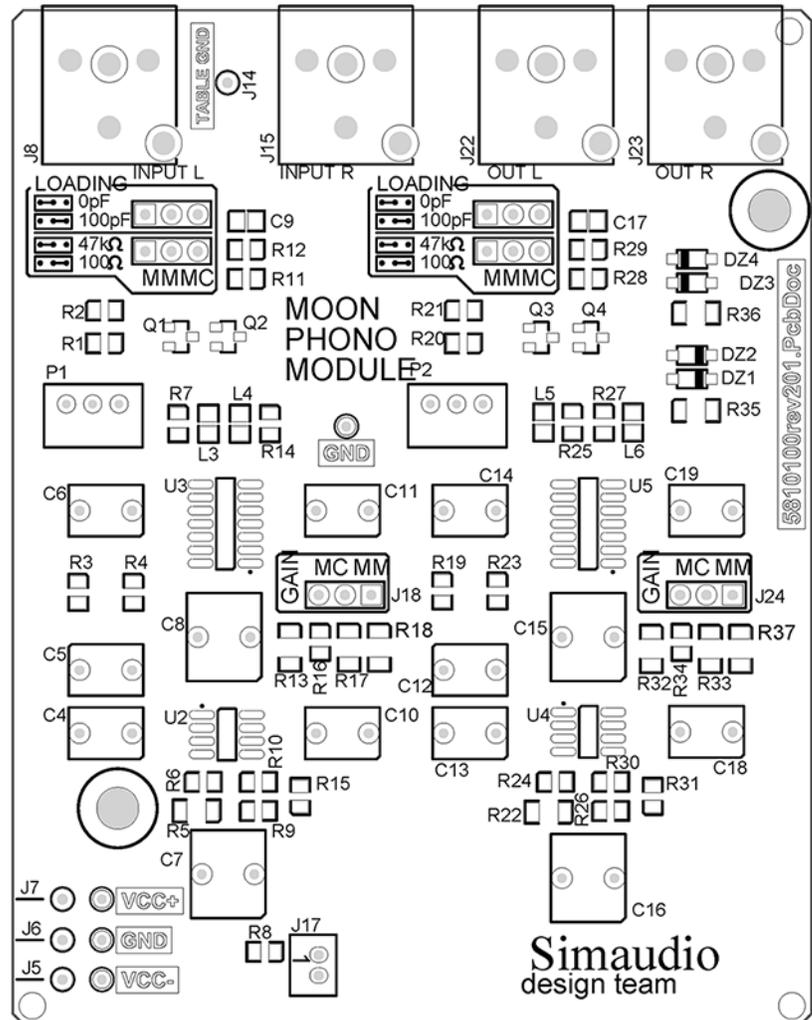

Figure 3: Disposition du circuit imprimé de la section phono optionnelle du **Néo 350P**
Il y a deux (2) ajustements possibles pour régler la charge résistive : 100Ω et $47\text{k}\Omega$ représentés par le support de cavalier R12 pour le canal gauche, et par le support de cavalier R29 pour le canal droit (voir la figure 3 pour plus de détails). Le réglage par défaut est de $47\text{k}\Omega$; ce faisant, les deux cavaliers se retrouveront dans chacun des supports de gauche.
Il y a deux (2) ajustements possibles pour régler la capacité de charge; 0pF et 100pF , représentés par les supports de cavaliers C9 pour le canal gauche et C17 pour le canal droit (voir figure 3). Le réglage par défaut est de 100pF pour une cartouche à aimant mobile; ce faisant, les deux cavaliers se retrouveront dans chacun des supports de droite.
Il y a deux (2) ajustements possibles pour régler le niveau de gain : 40dB pour les cartouches MM et 60dB pour les cartouches MC, représentés par les supports de cavaliers J18 pour le canal de gauche, et J24 pour le canal de droite (voir figure 3). Le réglage par défaut est fait pour une cartouche MM, les deux cavaliers se trouveront donc dans les supports de droite nommés MM; **nous vous suggérons fortement de ne pas utiliser les cavaliers MC pour une cartouche MM, puisqu'ils surchargeront de Nêo 350P**. Lorsque vous utilisez une cartouche MC, vous devrez placer les cavaliers dans les supports MC de gauche.